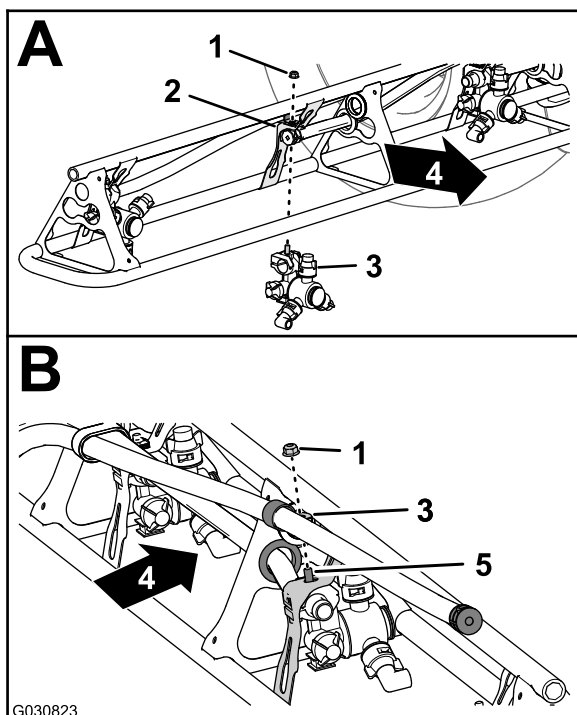

Figura 144
- Nas posições dos bicos 1 e 4, monte o bico do pulverizador na montagem do bico (A de Figura 144) com a porca de bloqueio flangeada (5/16 pol.) que retirou no passo 2 de Retirar os bicos do pulverizador das secções da rampa exterior (página 64).
- Nas posições dos bicos 2 e 3, monte o bico do pulverizador na montagem do bico (A e B de Figura 144) com a porca de bloqueio flangeada (5/16 pol.) que retirou no passo